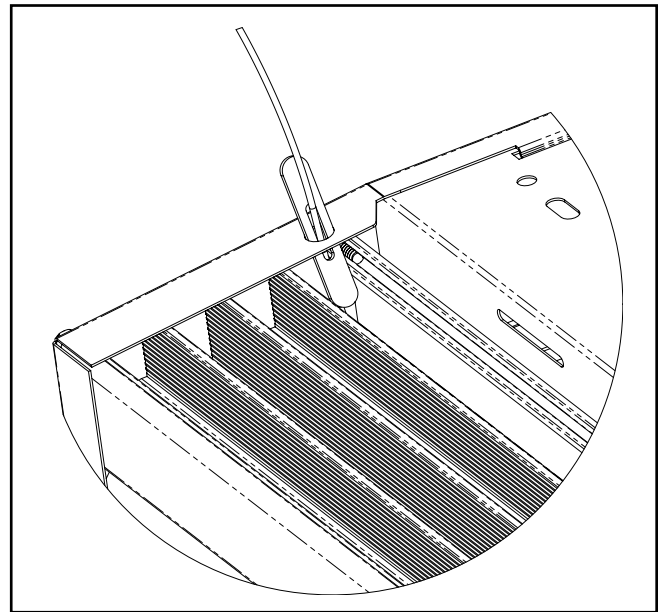

Figure 1.
2. Glissez les extrémités du bouton à l'intérieur des trous sur les brides supérieures de la plaque d'extrémité. (Figure 1.)